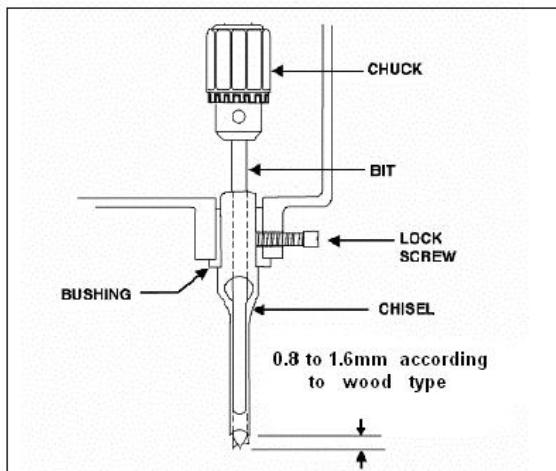

Fig. 7
6. Desserrez la vis de verrouillage, comme indiqué sur la figure 7 .